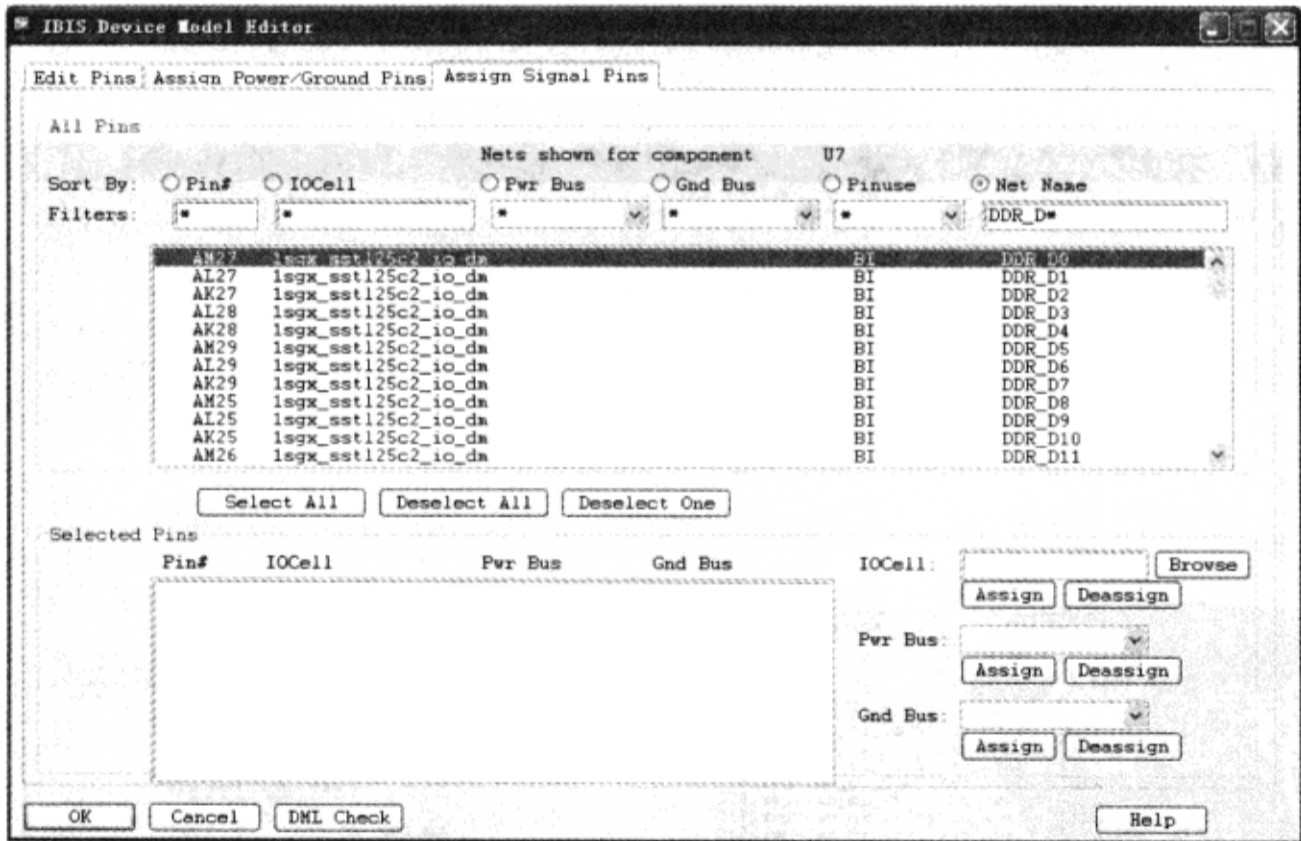

图 5-3-55 显示指定网络
(3) 在“Net Name”栏输入“DDR\_D\*”→按“Tab”键，显示那些网络，如图 5-3-55 所示。